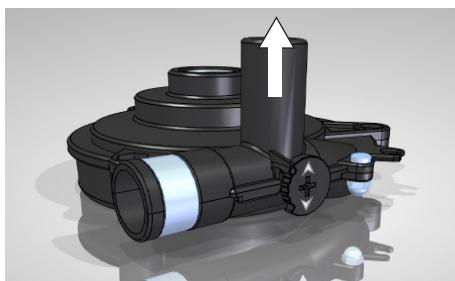

Fig. 7.6.2 Bomba configurada en la posición de circulación EXTERNA.
- Circulación **EXTERNA**: El agua sale de la bomba por el tubo vertical (Ver fig 7.6.2). Esta configuración permite el envío de líquido a un circuito de circulación exterior para atemperar, refrigerar, etc... un equipo externo. Configuración de fábrica.